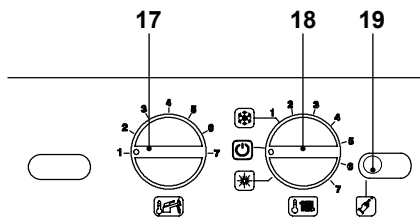

Figura 5.72
- Per uscire dalla programmazione posizionare il selettore di funzione / manopola regolazione temperatura 18 come indicato in Figura 5.72.